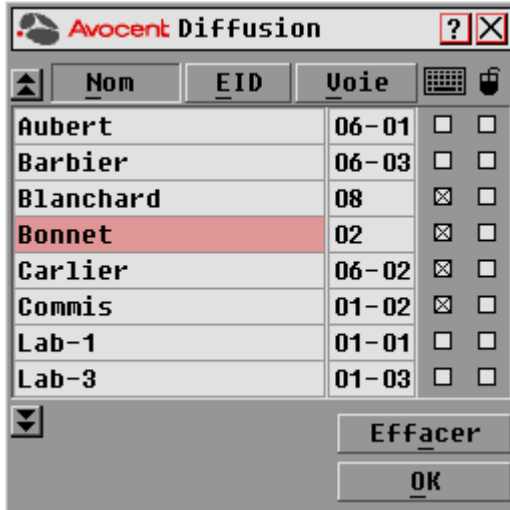

Figure 3.10 : Boîte de dialogue Diffusion de l'interface OSCAR
2. Cliquez sur *Config. - Diffusion* pour ouvrir la boîte de dialogue Diffusion, comme indiqué à la Figure 3.10 à la page 37.